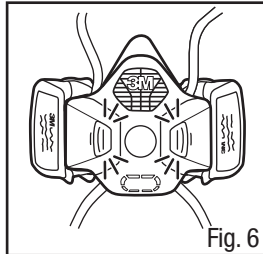

Fig. 6
2. Empuje el cartucho en el conector hasta que escuche un clic y el botón azul de liberación del cartucho o filtro vuelva a su posición inicial (Fig. 6).